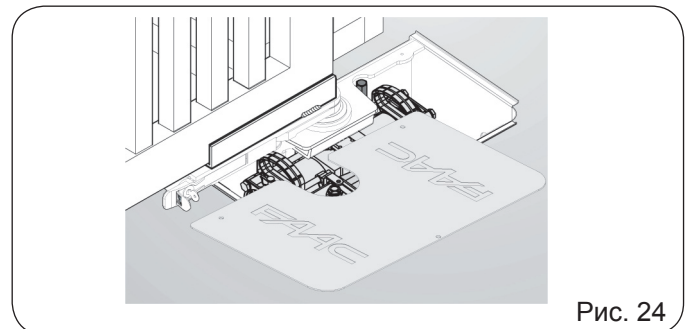

Рис. 24
- 3) Закрепите крышку несущего корпуса с помощью прилагаемых винтов (рис. 24, 25).